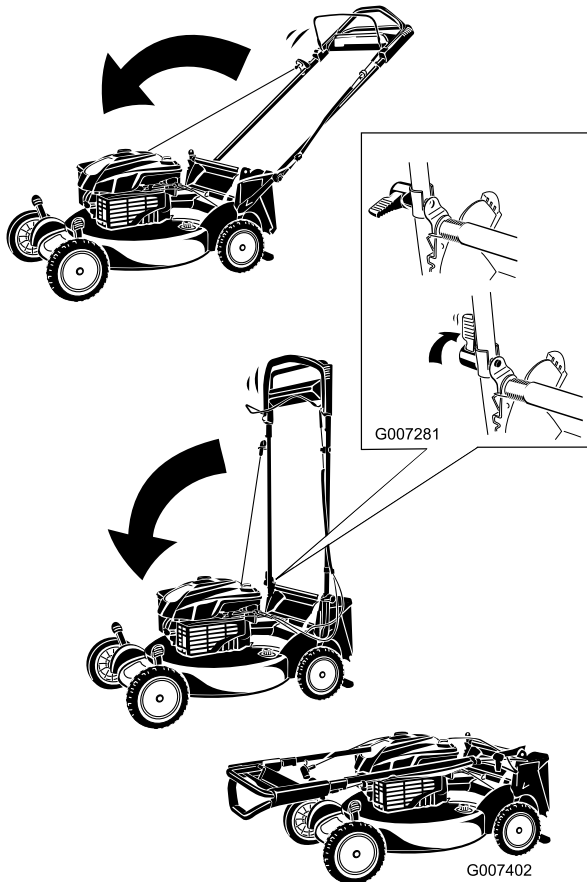

Figura 34
1. Doble el manillar hacia adelante (Figura 34).